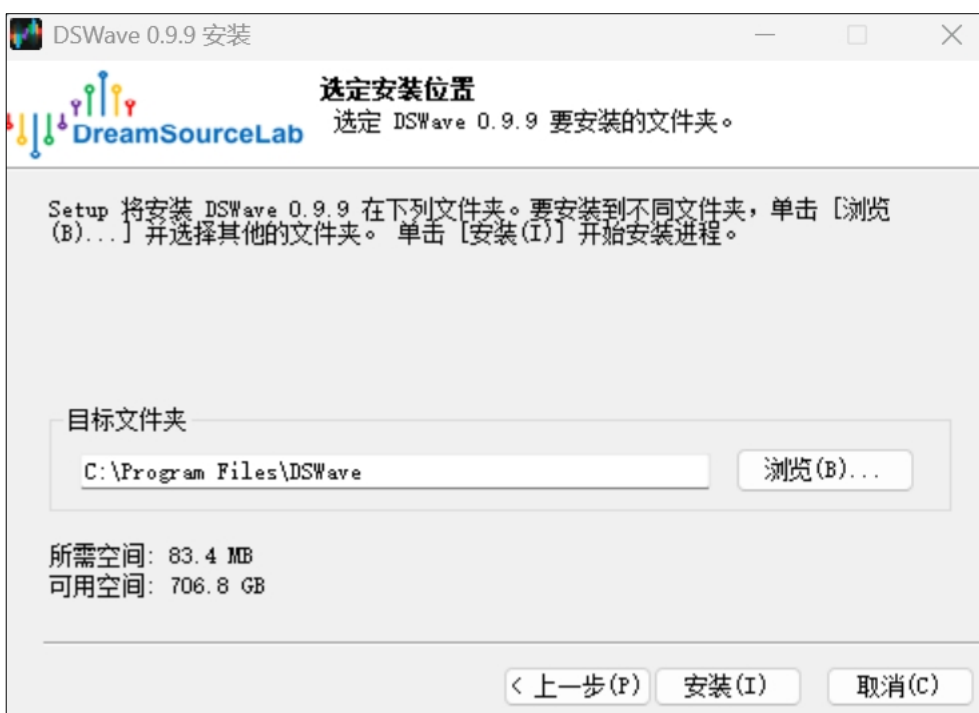

图 1-4
5) 弹出下图（图 1-4）所示窗口，请选择安装目录，然后点击“安装”：